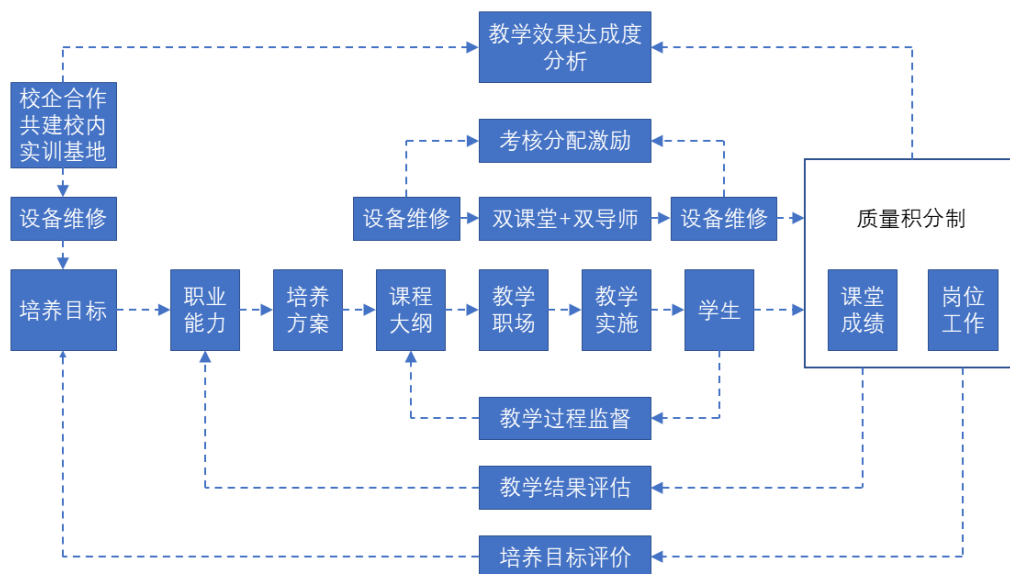

图3 专业人才培养质量保障与持续改进体系
3. 创建了质量保障的体制与机制、专业剖析、二级督导、数据采集年度平台、毕业生质量跟踪、五线质量保障体系，实现工程教育持续改进专业人才培养质量保障与持续改进体系见图3所示。